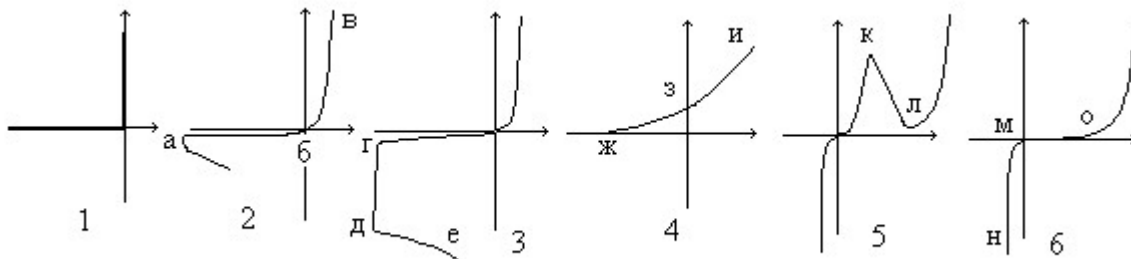

Рис. 3.2.
1.1.27. Показать ВАХ реального выпрямительного диода (рис.3.2):